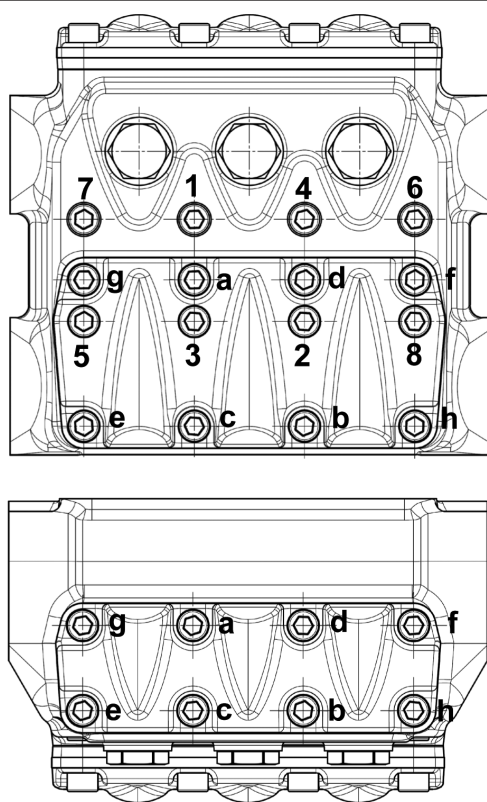

Fig. 47
*** Os parafusos de fixação da cobertura da válvula devem ser apertados com chave dinamométrica, lubrificando a haste rosqueada, respeitando a ordem relacionada no esquema da Fig. 47.